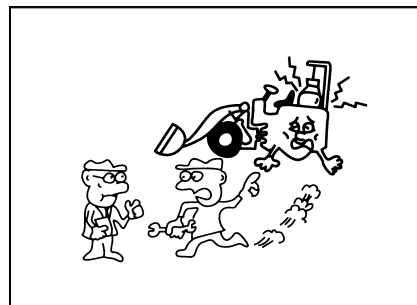

Рис. 1-42
- Проверить нормальность шума или нормальность вибрации при прокрутке двигателя. Наличие вышеуказанного явления обозначает наличие дефектов, следует сообщить управляющему лицу, после ремонта начать оперирование(рис. 1-42)..